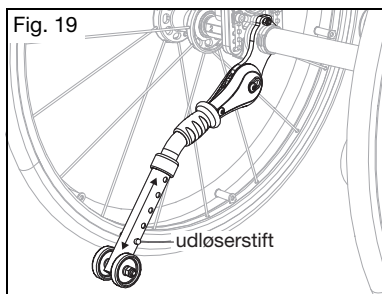

Fig. 18
Sådan drejes tipsinkring rørene op (Fig. 18)
1. Tryk på den bagerste tipsinkring frigivelsesstift på røret (fig. 18:A).